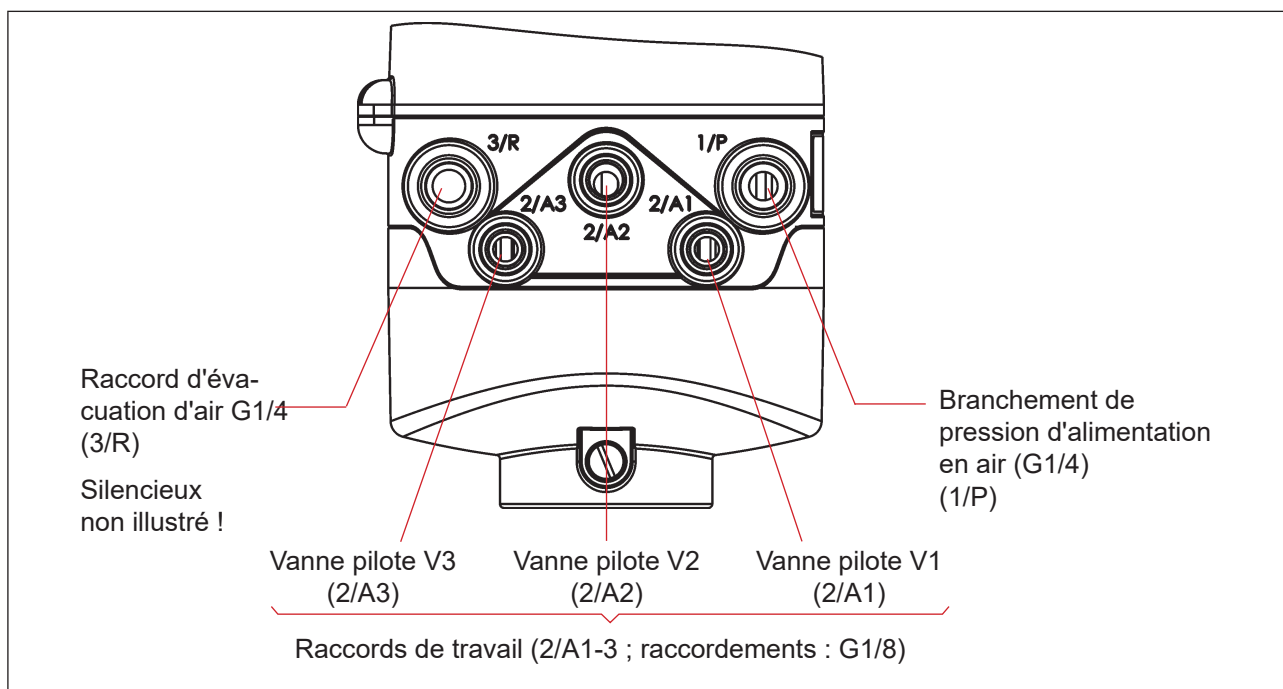

Fig. 17 : Raccordements pneumatiques
- Un silencieux est déjà présent sur le raccord d'évacuation d'air (3/R - voir « Fig. 17 ») au moment de la livraison. Si nécessaire, le silencieux peut être remplacé par un tuyau flexible d'évacuation d'air (par ex.
- Brancher les raccords de travail nécessaires **2/A1 à 2/A3** sur les raccords correspondants sur la vanne de process (en fonction du nombre de vannes pilotes dans l'appareil) - cf. « Fig. 17 ».